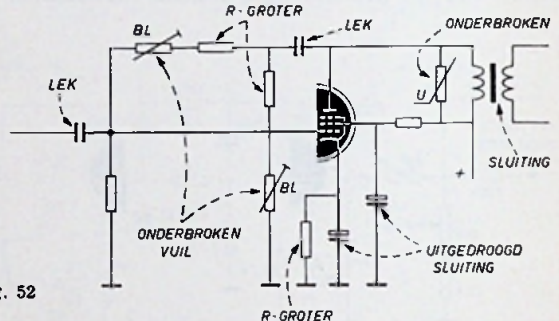

Fig. 52
8.3. Foutzoeken in de rastereindtrap (fig. 52)